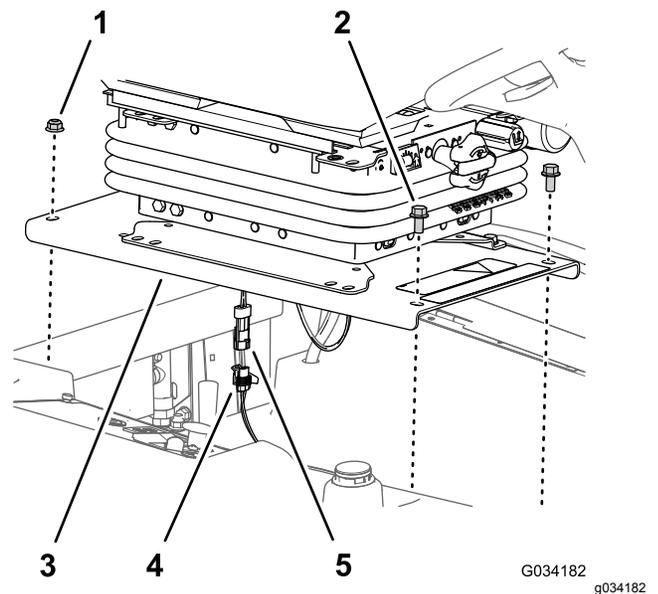

Figura 35
2. Retire las 2 contratuercas con arandela prensada ($\frac{3}{8}$ " que sujetan la parte trasera de la chapa del asiento al chasis de la máquina (Figura 35).
4. Desconecte el conector de 2 pines del arnés del interruptor de presencia del operador del conector hembra de 2 vías del arnés de cables de la máquina (Figura 35).
2. Conecte el conector de 2 pines del arnés del interruptor de presencia del operador al conector hembra de 2 vías del arnés de cables de la máquina; consulte la Figura 35.
3. Alinee los taladros traseros de la placa del asiento (Figura 35) con los 2 pernos de cuello cuadrado ($\frac{3}{8}$ " x 1") del canal del radiador.
4. Monte la placa del asiento (Figura 35) en los pernos de cuello cuadrado con las 2
1. Retire los 2 pernos con arandela prensada ($\frac{3}{8}$ " x $\frac{3}{4}$ " que sujetan la parte delantera de la chapa del asiento al chasis de la máquina (Figura 35).
5. Alinee los taladros delanteros de la chapa del asiento (Figura 35) con las roscas de las varillas del depósito.
6. Monte la chapa del asiento (Figura 35) en las varillas del depósito con los 2 pernos con arandela prensada (3/8" x 3/4") que retiró en el paso 1 de Retirada del asiento y la chapa del asiento \(página 42\).